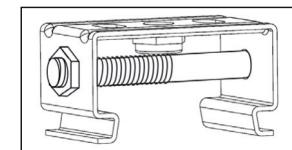
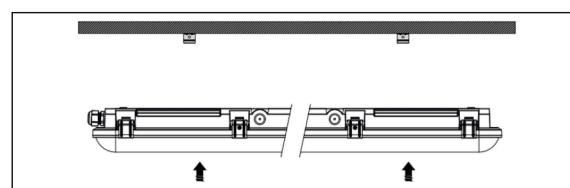

Рис. 1
Рис. 2
- Закрепите скобы на поверхность установки и защелкните в скобы осветительный прибор (рис. 2). **Внимание!** Для надежной фиксации осветительного прибора необходимо использовать стягивающие болты, входящие в комплект поставки. Болты необходимо установить в боковые отверстия на скобах и затянуть гайкой (рис. 1).